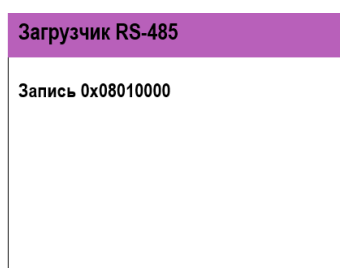

Рисунок 12 - Ход загрузки ПО на ППК
- 1.2.6. На ППК при этом будет отображаться ход загрузки ПО (рисунок 12)